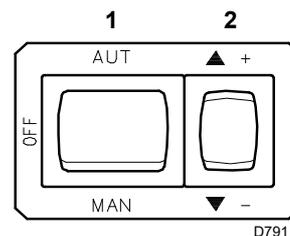
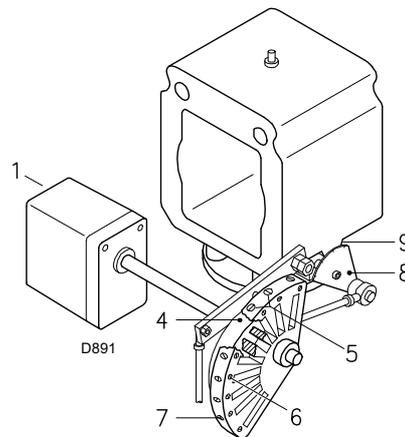
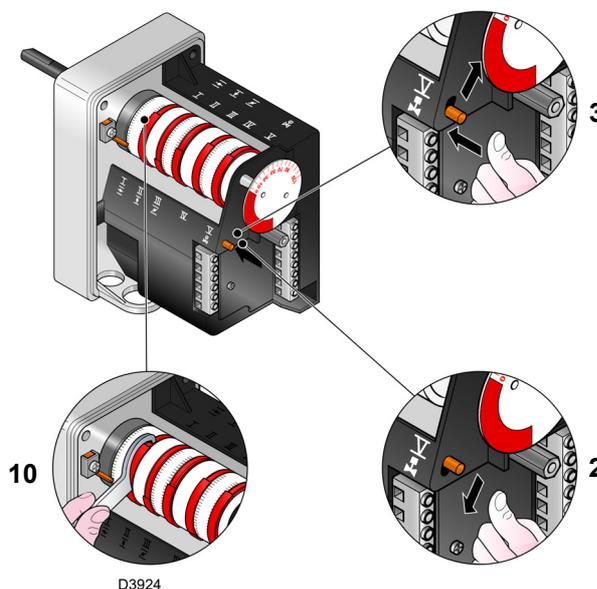
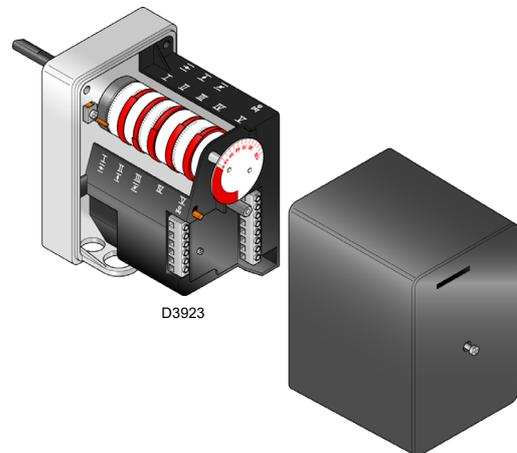

Fig. 35
Fig. 36
Fig. 37
Fig. 38
Fermer les thermostats/pressostats et mettre l'interrupteur de la Fig. 35 sur « MAN ».
Le réglage de l'air est effectué en modifiant l'angle de la came III) (Fig. 38, à la page 29) et au moyen du sélecteur 2)(Fig. 35, à la page 26).
Pour le réglage de la came du servomoteur, voir Fig. 37.
Appuyer maintenant sur le bouton 2)(Fig. 35, à la page 26) « augmentation de puissance » et le maintenir enfoncé jusqu'à ce que le servomoteur ait ouvert le volet d'air et le papillon gaz.
Le réglage de l'air est effectué en modifiant l'angle de la came I)(Fig. 38, à la page 29) et au moyen du sélecteur 2)(Fig. 35, à la page 26).
Légende (Fig. 36)
La puissance MIN. doit être choisie dans la plage de puissance reportée dans la Fig. 2, à la page 9. Appuyer sur le bouton 2)(Fig. 35, à la page 26) « Diminution de puissance » et le maintenir enfoncé jusqu'à ce que le servomoteur se mette (Fig. 37) sur le réglage effectué en usine.
Modifier progressivement le profil initial de la came mécanique 4) Fig. 36, en agissant sur les vis 5) (Fig. 36).
Remettre la puissance à 800 kW en agissant sur les vis 5) de la came mécanique (Fig. 36, à la page 27) et vérifier les émissions.
Le réglage est effectué en modifiant l'angle de la came III) du servomoteur (Fig. 38, à la page 29) et au moyen du sélecteur 2)(Fig. 35, à la page 26).
Pour l'éventuel réglage de la came III, voir Fig. 37.
Le passage d'une position à la suivante est obtenu en maintenant le bouton 2) enfoncé sur le symbole (+) ou (-) (Fig. 35, à la page 26). Appuyer légèrement sur le bouton 2)(Fig. 35, à la page 26) « Augmentation de puissance » afin que le servomoteur tourne d'environ 20°, voir index gradué servomoteur Fig. 37 et index gradué volets d'air 5)(Fig. 36 à la page 27).
Visser ou dévisser la vis 5) de la came mécanique (Fig. 36, à la page 27) choisie pour augmenter ou diminuer le débit de gaz de façon à l'adapter au débit correspondant d'air pour obtenir une combustion optimale.
Éteindre le brûleur en agissant sur l'interrupteur 1)(Fig. 35), position OFF, désolidariser la came mécanique 1)(Fig. 38) pour séparer les engrenages du servomoteur, en appuyant et en déplaçant le bouton 3)(Fig. 37) vers le bas et vérifier plusieurs fois en tournant manuellement la came mécanique 1)(Fig. 37) en avant et en arrière que le mouvement est souple et sans points durs.
Il est recommandé de fixer à nouveau la came mécanique 5)(Fig. 36 à la page 27) au servomoteur en déplaçant le bouton 3)(Fig. 37) vers le haut.
- 6s :** Démarrage du servomoteur : il tourne vers la droite de 130°, à savoir jusqu'à l'intervention du contact sur la came I (Fig. 38, à la page 29). Le volet d'air se positionne sur la puissance MAX.
- 80s :** Le servomoteur tourne vers la gauche jusqu'à l'angle établi sur la came III (Fig. 38, à la page 29) pour la puissance MIN.
- 109s :** Le volet d'air et le papillon gaz se positionnent sur la puissance MIN (avec la came III) (Fig. 38, à la page 29) à 40°.